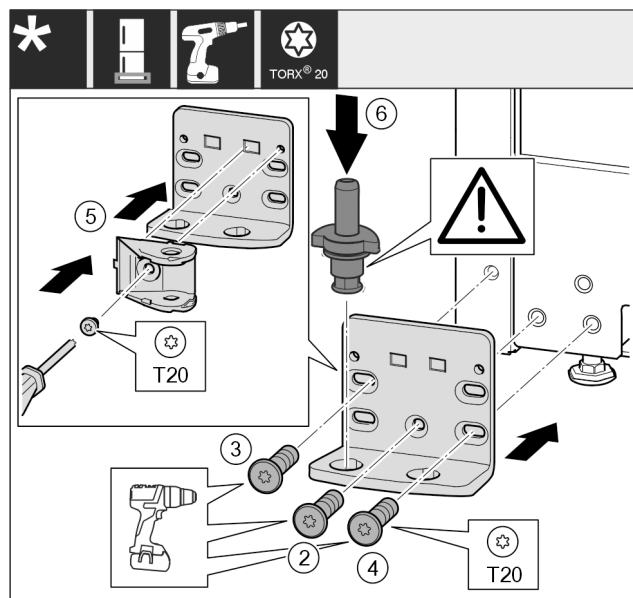

Fig. 47 *
- ▶ Установите опорный кронштейн с другой стороны и прикрутите с помощью отвертки. Начиная с винта Fig. 47 (2) снизу в центре.*
- ▶ Затяните винт Fig. 47 (3) и винт Fig. 47 (4).*
- ▶ Поверните соединительный элемент амортизатора закрывания дверей Fig. 47 (5) на 180°. Прикрутите с другой стороны опорного кронштейна с помощью отвертки.*
- ▶ Снова установите опорный палец Fig. 47 (6) в сборе. При этом проследите за тем, чтобы выступ фиксатора был направлен назад.*